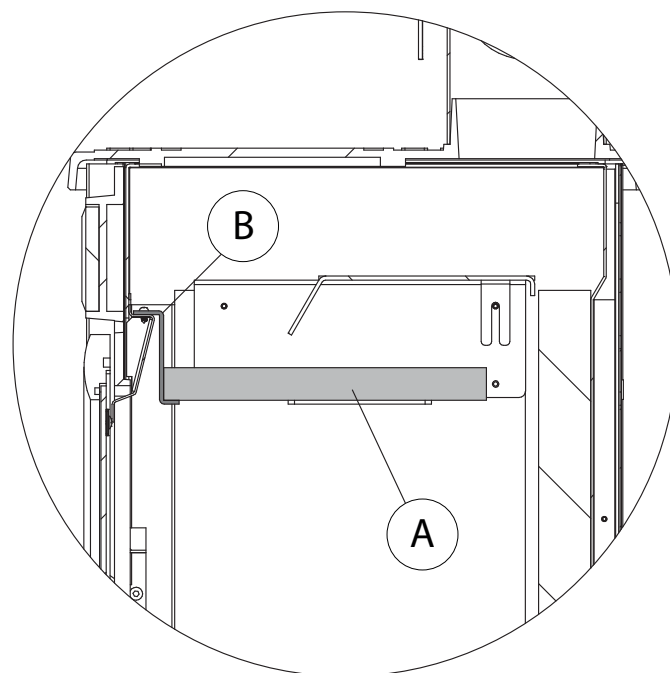

Fig. 6.2c
- vérifier que le réfractaire (A) interne placé au sommet de la chambre de combustion appuie totalement sur le support (B) (Fig. 6.2c);